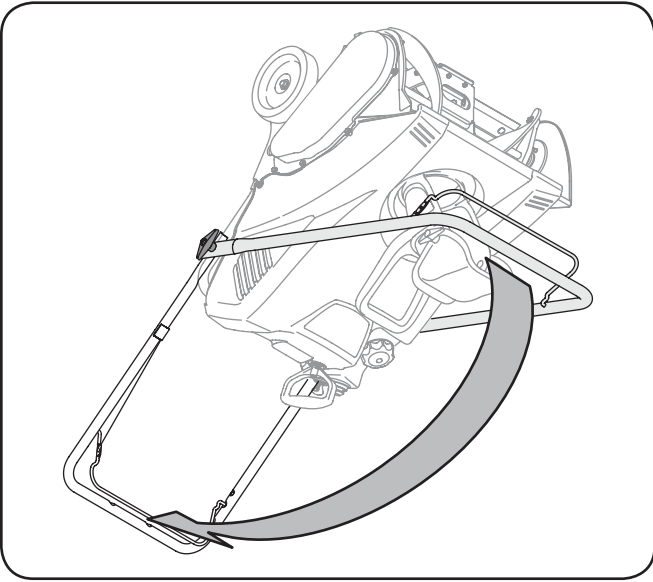

Figure 3-1
2. Relevez le guidon supérieur dans la direction indiquée à la Figure 3-1 jusqu'à ce qu'il s'emboîte à la position de travail.